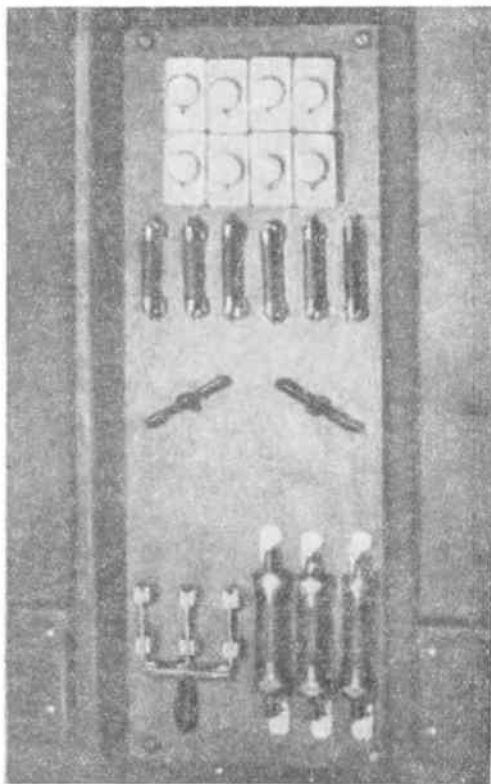

Рис. 1
6. Специально изготовленный щиток для электрической коммутации питания установки (рис. 1) * 1